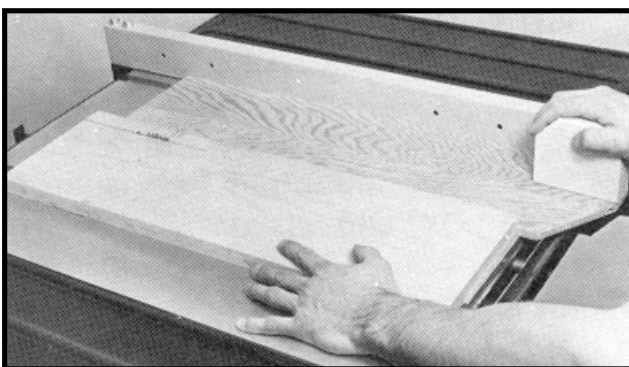
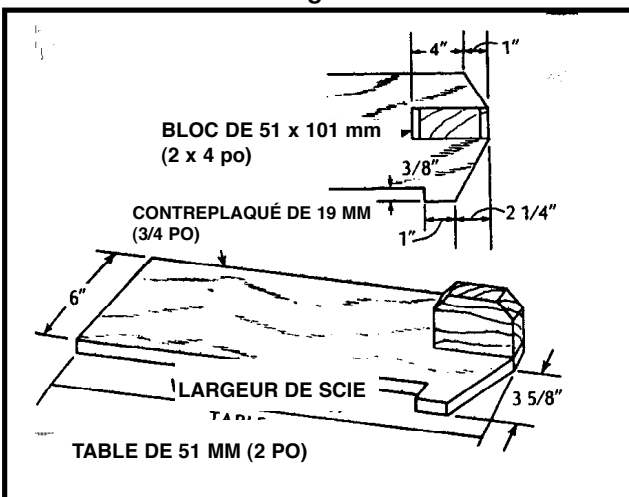

Fig. 48
Fig. 49
3. Il peut être dangereux de scier des pièces étroites en long si cette opération n'est pas réalisée avec prudence. Les pièces étroites ne peuvent généralement pas être coupées lorsque le protège lame est en place. Si la pièce est assez petite, utiliser un poussoir. Pour scier en long des pièces de moins de 51 mm (2 po) de largeur, un poussoir plat peut être un accessoire très utile étant donné que des bâtons ordinaires peuvent interférer avec le protège-lame. En cas d'utilisation d'un poussoir, il faut ajouter la largeur du poussoir à la largeur du guide longitudinal pour le réglage de la position. Fabriquer un poussoir plat comme illustré à la fig. 49 l'utiliser comme indiqué à la fig. 48